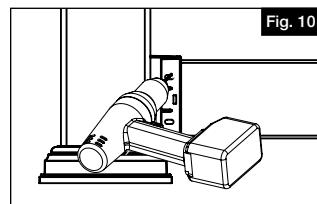

Fig. 10
- a. Pour chaque support installé, percer un avant-trou au centre de chaque trou allongé au moyen d'un foret de 1/8 po (3,2 mm) (Fig. 10).